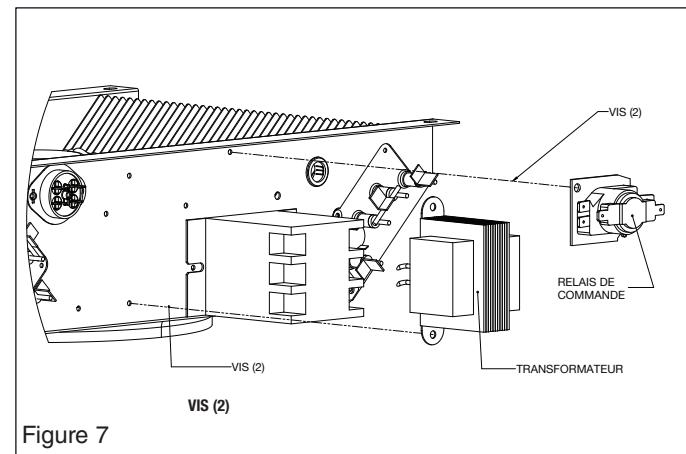

Figure 7
- Pour câbler le relais, voir le schéma de câblage, figure 7, et effectuer ce qui suit :
- Installez le transformateur et le relais (TR4 ou TR7) tel qu'indiqué à figure 7.